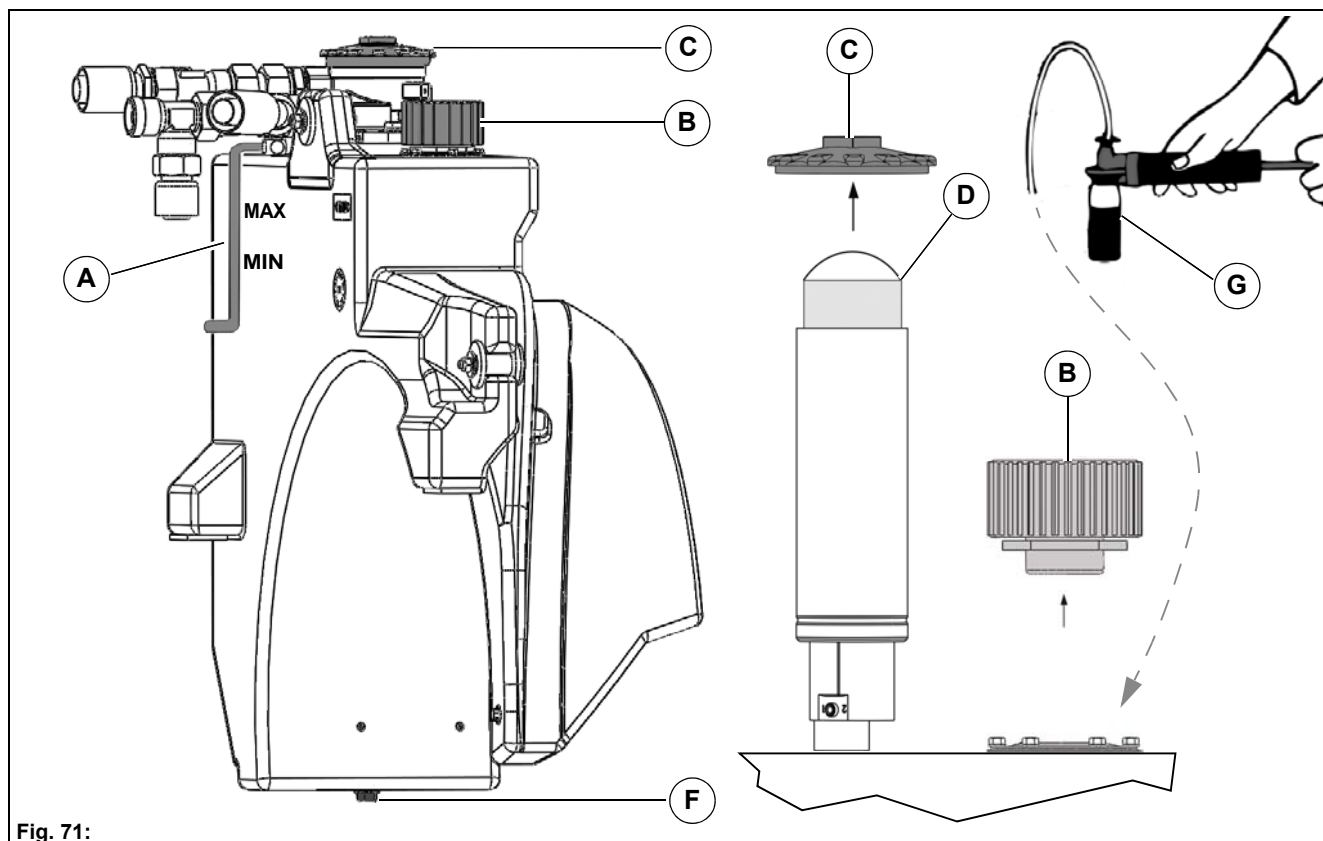

Fig. 71:
Contrôler le niveau d'huile hydraulique sur l'indicateur de niveau de remplissage **Fig. 71-A** une fois par semaine et en rajouter si besoin. Utiliser exclusivement des huiles hydrauliques autorisées par le constructeur (HVL P 46) p. ex. Mobiloil DTE 10 Excel.
2. Dévisser le bouchon **Fig. 71-B** et rajouter de l'huile hydraulique.
Pour une analyse de l'huile hydraulique, commander le kit d'analyse Oelcheck **Fig. 71-G**, prélever un échantillon à l'ouverture de remplissage du filtre de ventilation **Fig. 71-B** et l'envoyer à l'adresse suivante :
Le filtre de retour **Fig. 71-D** est à remplacer après les premières 50 heures de fonctionnement puis toutes les 1000 heures de fonctionnement.
2. Dévisser le bouchon **Fig. 71-C** du filtre de retour.
Le filtre de ventilation **Fig. 71-B** est à remplacer toutes les 1000 heures de fonctionnement.
2. Dévisser le bouchon **Fig. 71-B**.
4. Dévisser la vis de vidange d'huile **Fig. 71-F** sous le réservoir d'huile hydraulique et vider l'huile hydraulique.